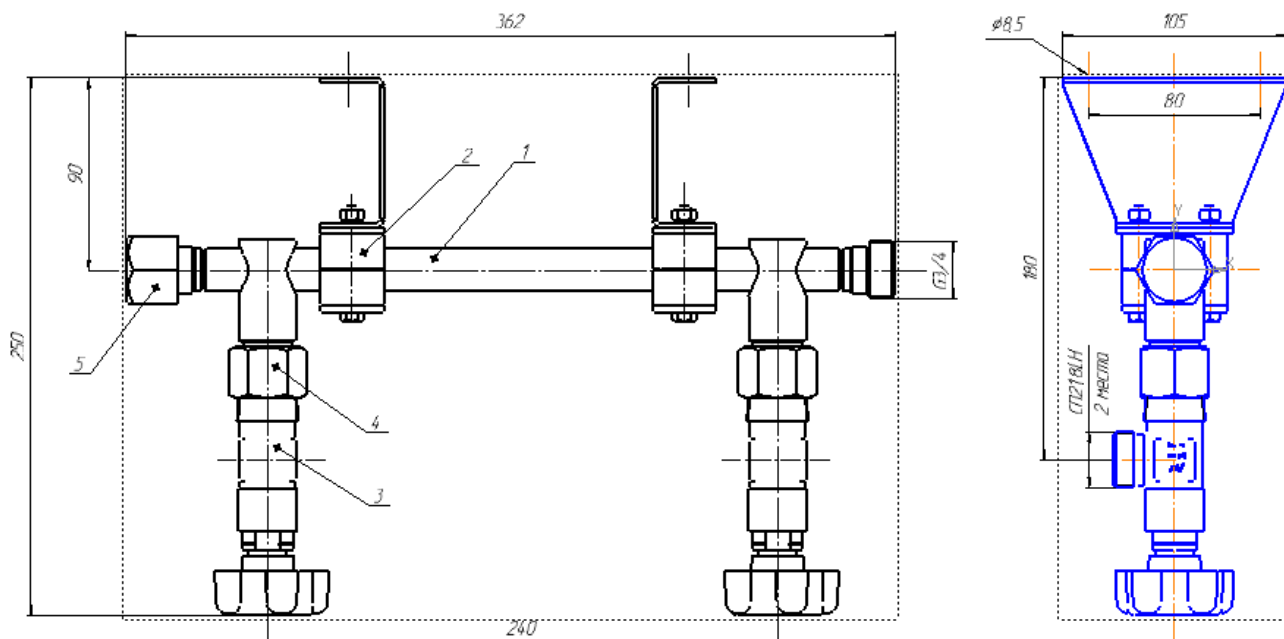

Рис.1 Коллектор рамповый КР-02 ДЖЕТ 245 24 02 00-02
«Коллектор КР-02 ДЖЕТ 245 24 02 00-02» - коллектор рамповый КР-02, имеет два запорных клапана (рис.1).
4.1 Внешний вид коллектора КР-02 приведен на рис. 1